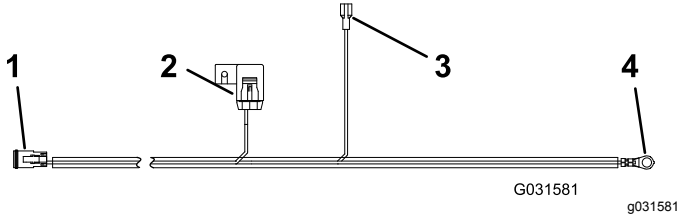

图10
1. 要从牵引机保险丝盒为套件供电请使用保险丝盒线束图10。将保险丝盒接头连接到牵引机保险丝盒然后接入 15A 保险丝。